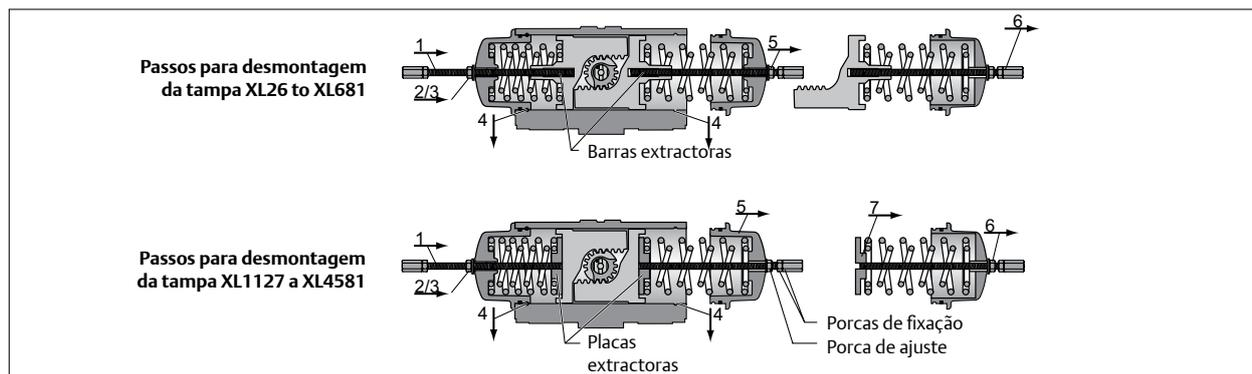

Fig. 4 Desmontagem da Tampa
1. Desaperte as Porcas de Aperto (24) e remova ambos os Batentes de Percurso (22) e as Roscas de Fecho (23) ou 'O' rings (23a).
2. Remova o Indicador (7) do topo do Pinhão (19) Para XL26 a XL221 utilize uma chave Allen de tamanho 4 mm. Para os tamanhos grandes, o Indicador pode ser puxado do topo do pinhão.
3. Remova os Parafusos Retentores (28) e juntas (29) das Tampas (21).
- Para XL 26 a XL 681 os Pistões (20)
- Para XL 1127 a XL4581 a placa Retractora (20a, consulte também Fig 4) até o percurso parar (NÃO APERTE EM DEMASIA) e certifique-se de que a porca e a anilha estão livres da face da Tampa.
7. Evite que as "porcas-de-fixação" rodem com uma chave de fendas. Utilize outra chave para apertar ambas as porcas de ajuste, meia volta de cada vez (ver Fig. 4), no sentido dos ponteiros do relógio nas Barras até dar duas voltas. Isto leva:
- Para XL 26 a XL681 os Pistões (20)
- Para XL 1127 a XL4581 a placa Retractora (ver também Fig 4) às tampas (21) e comprime a mola. Esta compressão de Mola, solta a força da Mola e desbloqueia a SAFEKEY para remoção.
10. Quando ambas as SAFEKEYS tiverem sido retiradas, utilize uma chave de fendas rodando o Pinhão, separando os pistões (20) até que empurrem parcialmente as Tampas do Corpo.
- Para XL 26 a XL681 os Pistões (20), molas e tampa saem.
11. Para manter o Conjunto de Mola intacto (Fig. 4), mantenha a Barra Retractora no lugar. Para desmontar o Conjunto de Mola, desaperte a porca de ajuste na Barra Retractora soltando a força da Mola, enquanto impede que a barra rode com uma chave de fendas nas porcas de fixação.